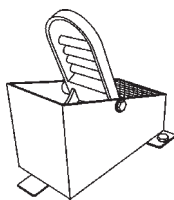

Figura 8. Pedale del comando di velocità delle pale
3. Il pedale per il piede destro (figura 8) comanda la velocità delle pale e del motore. La posizione del pedale determina la velocità delle pale. Premendo leggermente il pedale si ottiene una bassa velocità delle pale. Premendo il pedale fino in fondo si ottiene la massima velocità delle pale.